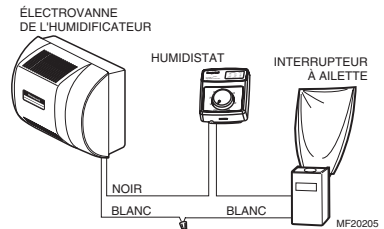

Fig. 13. Câblage des appareils.
5. Presser ensemble les côtés du fil métallique. Introduire l'ailette dans la gaine. (En position Off, l'ailette doit pointer dans la direction du flux d'air comme à la Fig. 13.)
Câbler l'électrovanne de l'humidificateur, l'interrupteur à ailette, l'humidistat et le transformateur. Voir la Fig. 13.